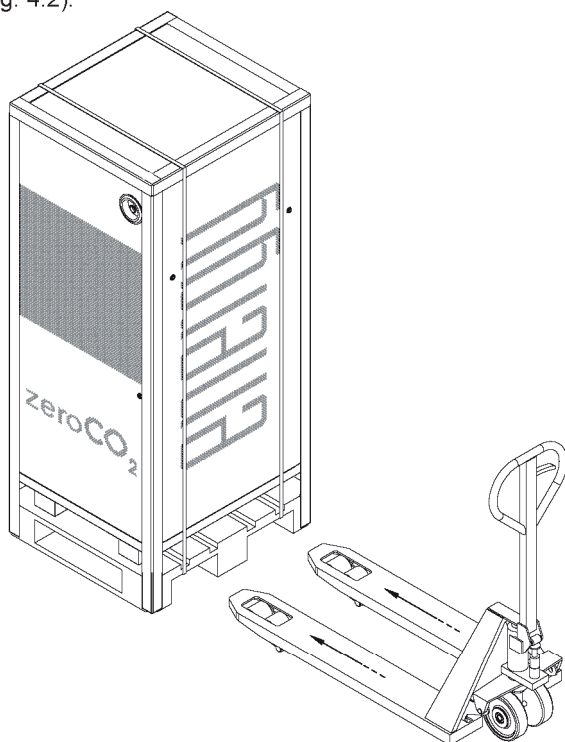

Fig. 4.2
1. Movimentare l'intero imballo infilando le forche del transpallet tra gli zoccoli del pallet (Fig. 4.2).